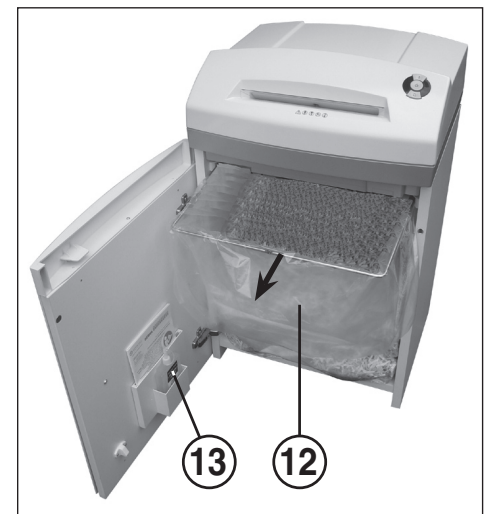

fig. 4
12 = Sac collecteur pour papier (fig. 4)
13 = Récipient d'huile (fig. 4)
VIDER LE SAC COLLECTEUR POUR PAPIER (fig. 4)
Ouvrir la porte. Le voyant de contrôle (8) s'allume et le voyant LED de la touche de marche arrière (4) ainsi que le voyant de contrôle (7) **clignotent**. Retirer le récipient d'huile (13) (fig. 4) de son support dans la porte et refermer la porte.